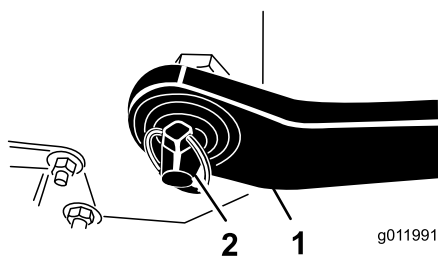

Figura 3
4. Coloque los brazos de enganche inferiores derecho e izquierdo sobre los bulones de enganche (Figura 3).
5. Sujete los brazos de enganche inferiores a los bulones de enganche con pasadores de seguridad (Figura 3).